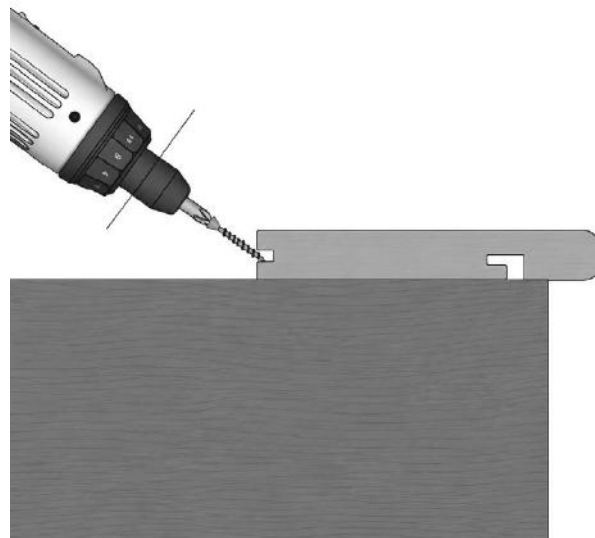

FIG. 22 – RANDPLANK ONDER 45° DOOR DE CLIPGROEF GESCHROEFD
- 02 Met de randplank op zijn plaats schroeft u onder een hoek van 45° door de groef voor de verdeckte clip en bevestigt u deze aan de regel (fig. 22). Boor voorboorgaten in de terrasplanken voor die 2 mm breder zijn dan de schroefschacht; draai schroeven niet te diep in de terrasplanken om te voorkomen dat het materiaal splijt.